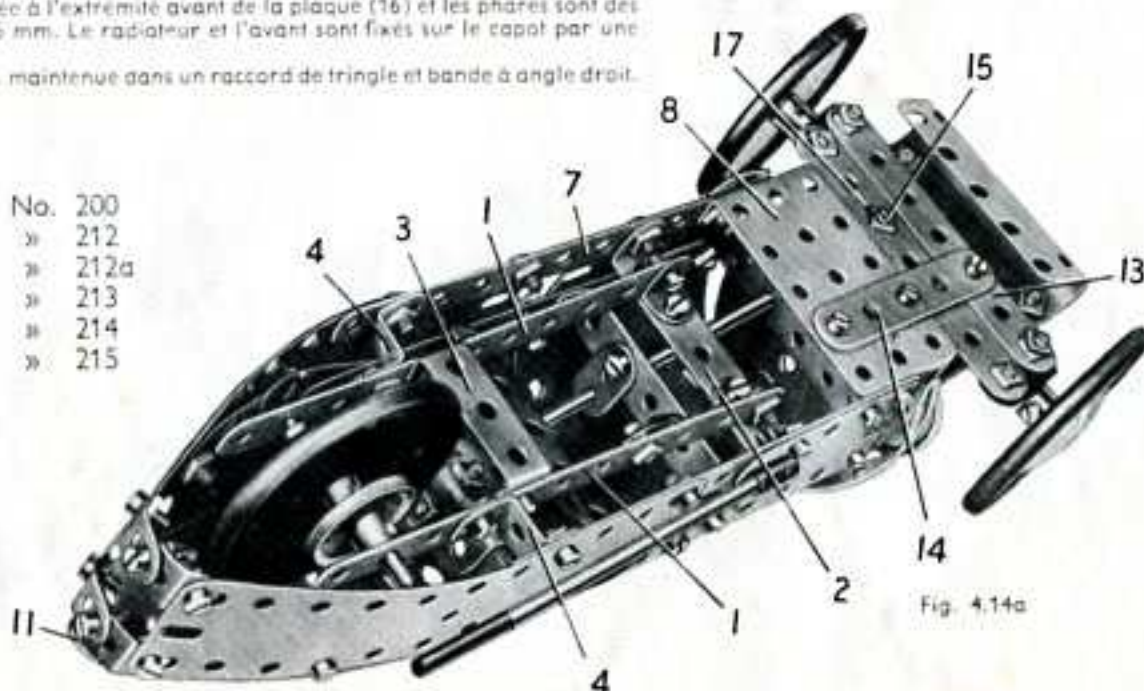

Fig. 4.14a
plaques (5) sont réunies par 4 équerres à 135° disposées par paires (fig. 4.14a). Une plaque à rebords de 6 x 4 cm. (8) boulonnée entre les deux côtés de la carrosserie débordant d'un trou les extrémités avant des bandes (7). Le dessus du capot est une plaque flexible de 11,5 x 6 cm. incurvée de façon voulue et boulonnée entre les plaques (5). Les boulons (9) et (10) qui la tiennent en place servent également à fixer des bandes coudées de 60 x 12 mm. entre les côtés, de façon à renforcer le capot.